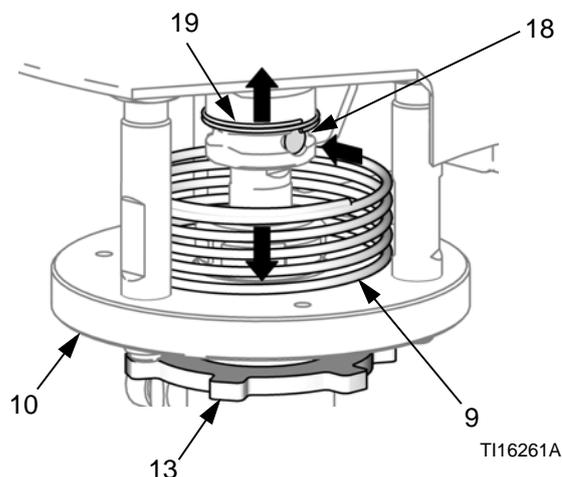

FIG. 6. Sicherheitsfeder und Verbindungsstift
4. Siehe FIG. 6. Die Sicherheitsfeder (9) eindrücken und halten, um auf den Kupplungsstift (18) zuzugreifen. Die Haltefeder (19) nach oben drücken und den Stift herausdrücken (mit einem Schraubendreher oder Körner).
5. Die Kontermutter (13) lösen.